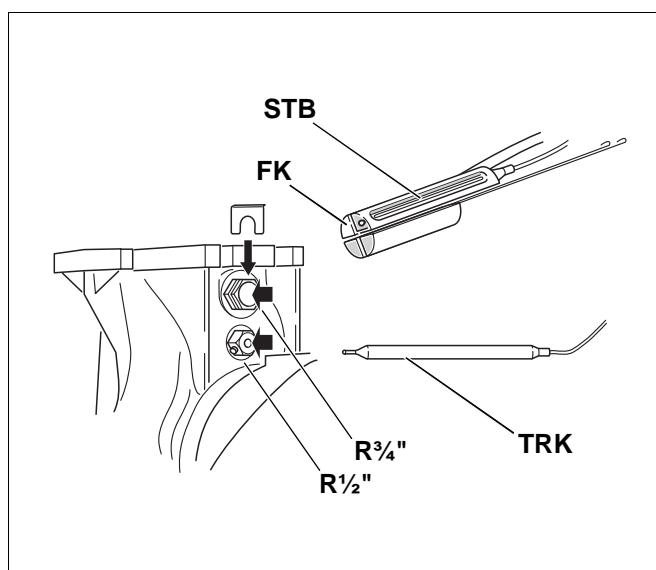

Рис. 52
- Вставить его в гильзу $R\frac{1}{2}$ " и зафиксировать винтом (рис. 52).
- Датчики **STB** (предохранительного ограничителя температуры) и **Logamatic FK**, а также две заглушки вставить в гильзу $R\frac{3}{4}$ " и зафиксировать (рис. 52).